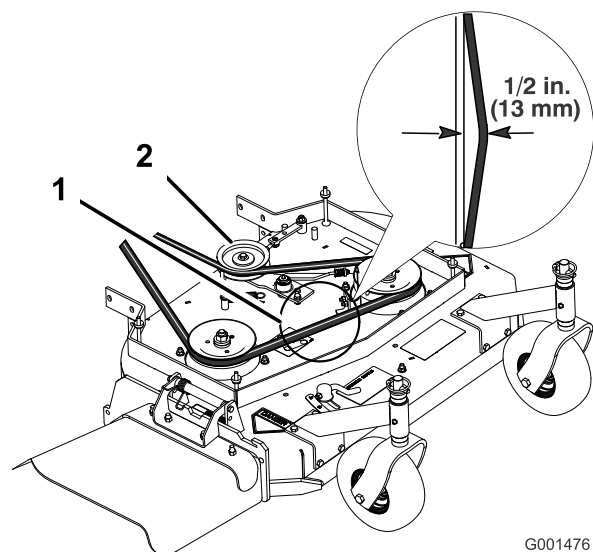
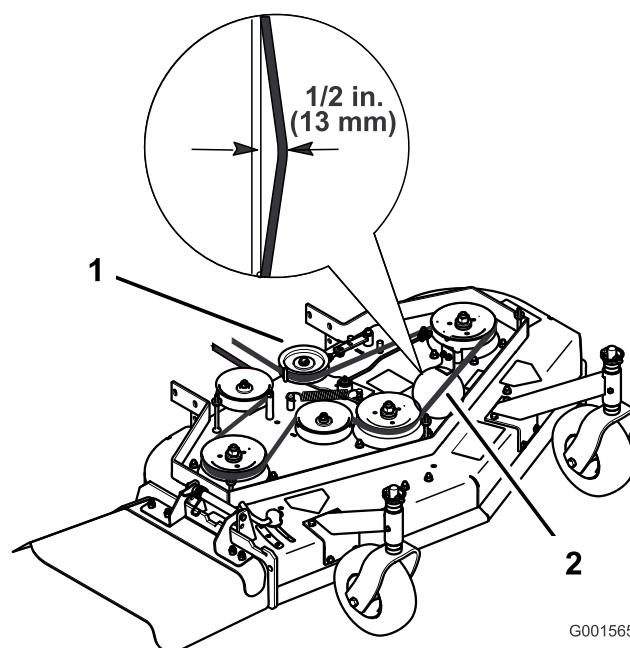

Figure 44
Figure 45
Remarque: La tension correcte de la courroie du tablier de coupe est de 44-67 N (10-15 lb-pi) avec une flèche de 13 mm (1/2") à mi-chemin entre les poulies (Figure 44 ou Figure 45).
3. Desserrez le contre-écrou sur le tendeur (Figure 44).
4. Tournez le tendeur vers l'arrière du tablier de coupe pour augmenter la tension sur la courroie. Tournez le tendeur vers l'avant du tablier de coupe pour réduire la tension sur la courroie (Figure 44).
Remarque: La tension correcte de la courroie du tablier de coupe est de 44-67 N (10-15 lb-pi) avec une flèche de 13 mm (1/2") à mi-chemin entre les poulies (Figure 44).
Remarque: La tension correcte de la courroie du tablier de coupe est de 44-67 N (10-15 lb) avec une flèche de 13 mm (1/2") à mi-chemin entre les poulies (Figure 45).